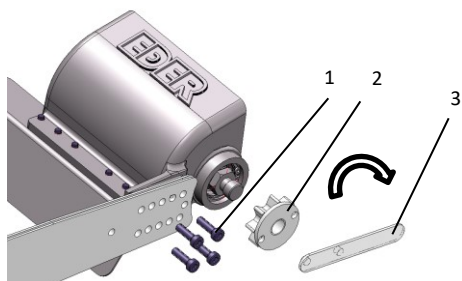

Abb. 2: Befestigung des Schälkopfes am Träger
- > Schrauben Sie den jeweiligen Kopf mit den 4 M6x20 Schrauben fest (1 - Abb. 2). Kontrollieren Sie die Schrauben regelmäßig auf festen Sitz. Der jeweilige Kopf kann je nach Motorsägenmodell in verschiedenen Positionen angeschraubt werden. Die richtige Anschraubposition ergibt sich dadurch, dass die Antriebskette ausreichend gespannt und auch nachgespannt werden kann.
- > Schrauben Sie das Antriebsritzel auf das Gehäuse (2 – Abb.2) und ziehen Sie das Antriebsritzel mit dem Zapfenschlüssel (3 – Abb.2) fest.